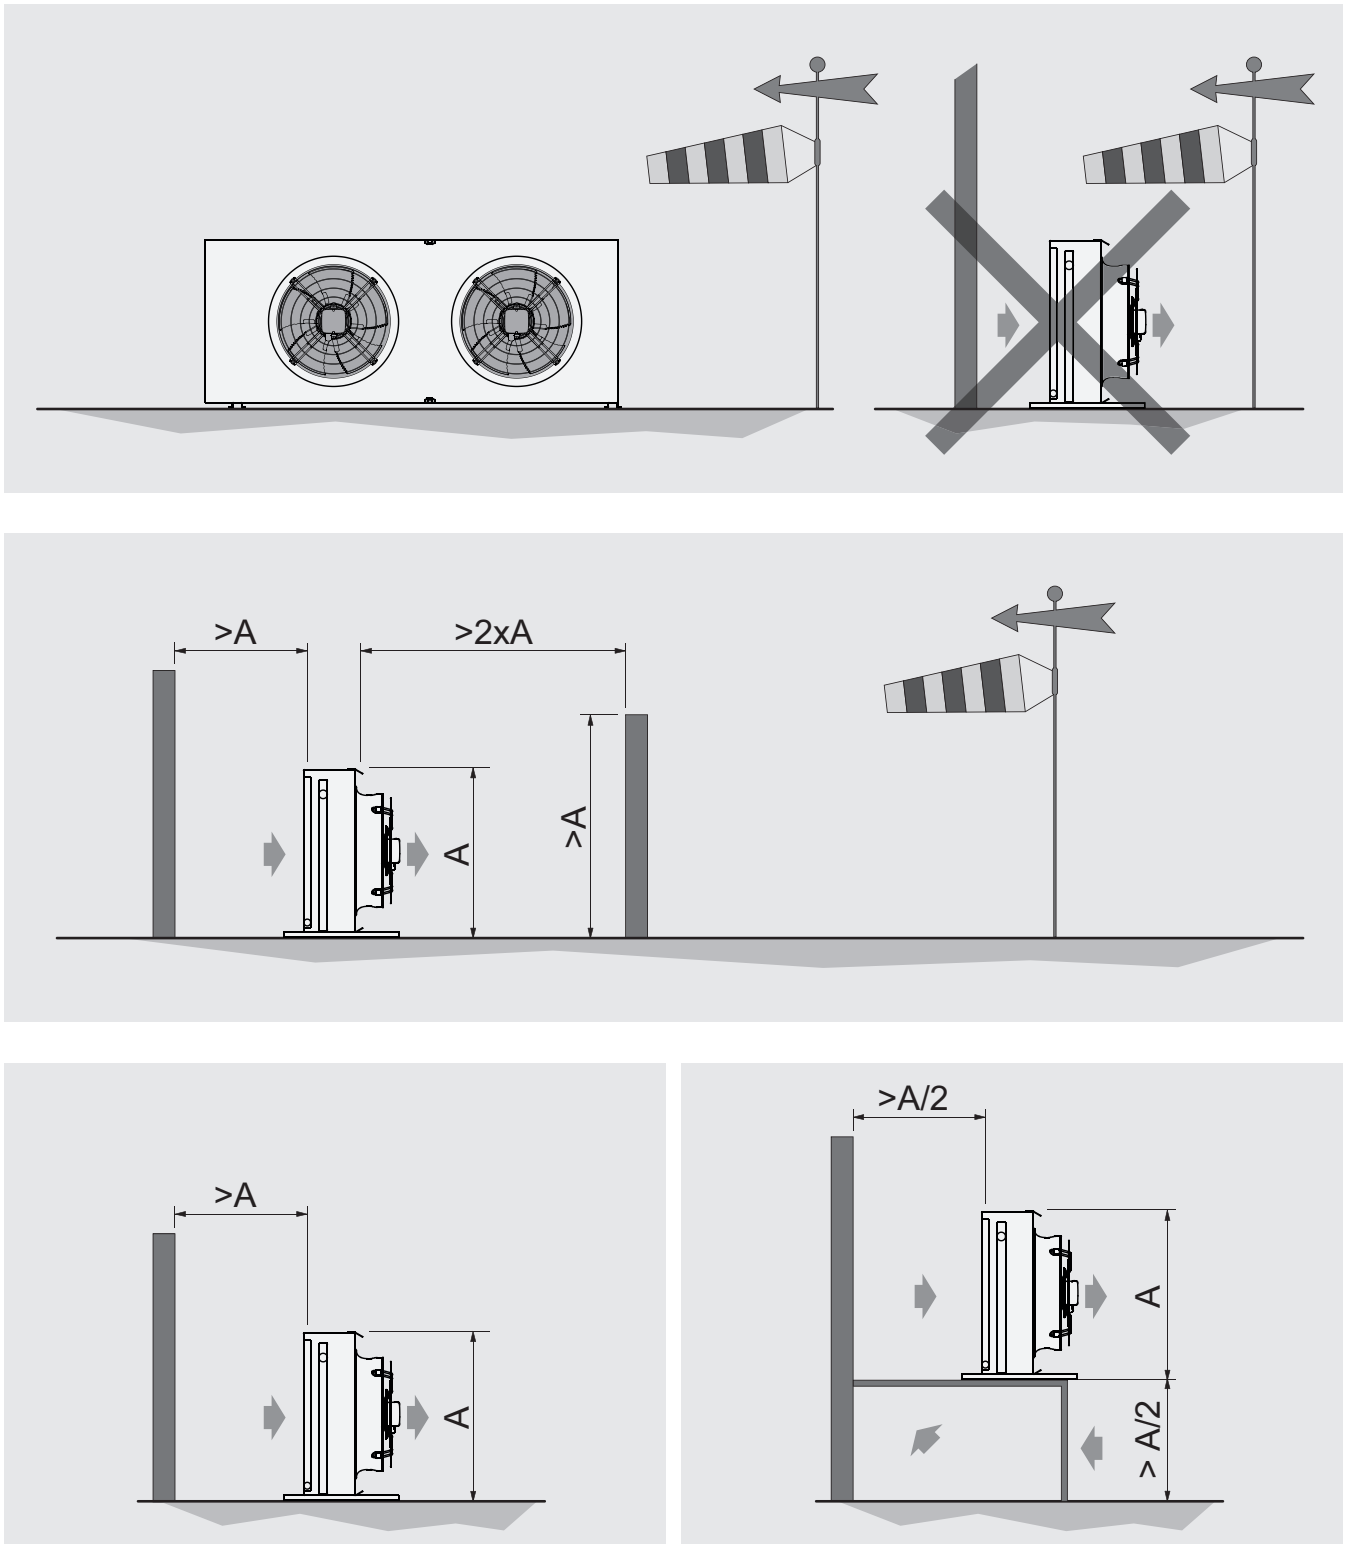

Figura 6
6.7 Prevedere uno spazio adeguato alla circolazione dell'aria e alla manutenzione. Evitare di convogliare il flusso dell'aria direttamente contro superfici con potere riflettente o che comunque elevino il livello di rumorosità. Lo spazio minimo tra i modelli può essere ridotto in funzione dell'altezza di posizionamento con l'utilizzo di gambe speciali rialzate o di una piattaforma di supporto. Per installazioni diverse da quanto indicato contattare Modine. Si veda la Figura 6.